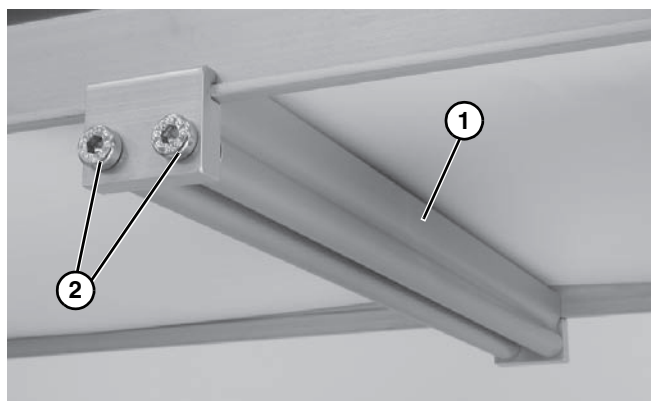

Figure 16
3. Instale el conjunto de rodillos como se muestra (**Figure 16, ítem 1**). Apriete los tornillos (**Figure 16, ítem 2**) a 60 in-lb (7 Nm).